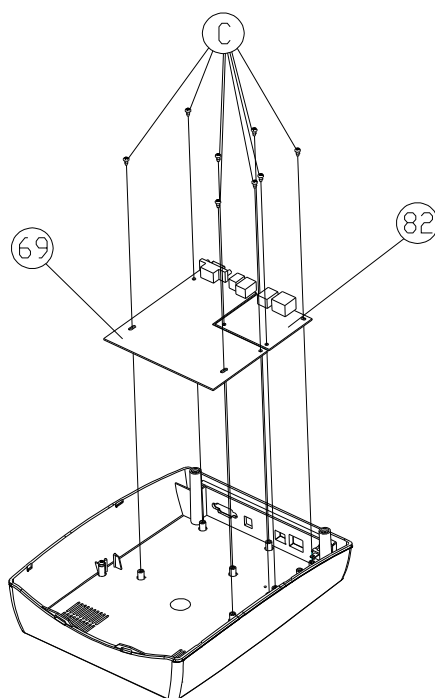

Figura 10.3.3
7. Extraiga los 8 tornillos (D) que sujetan la placa principal (69) por la parte inferior (71). A continuación extraiga la placa principal defectuosa como se muestra en la Figura 10.3.3.